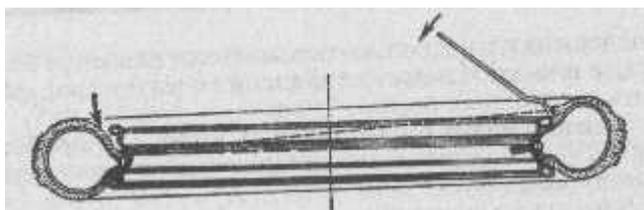

Рис. 79. Правильное положение покрышки на ободе колеса при ее демонтаже (пунктиром показано кратчайшее расстояние между бортами крышки)
4. Наступив ногами на край покрышки, диаметрально противоположной вентилю, продавить покрышку в углубление обода (рис. 79).